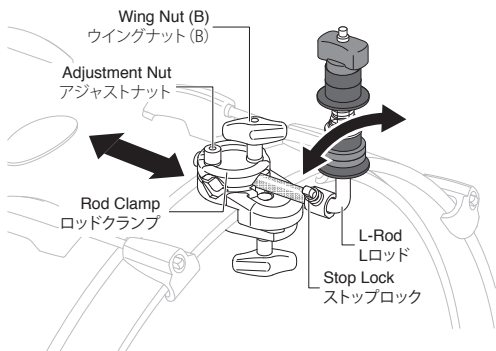
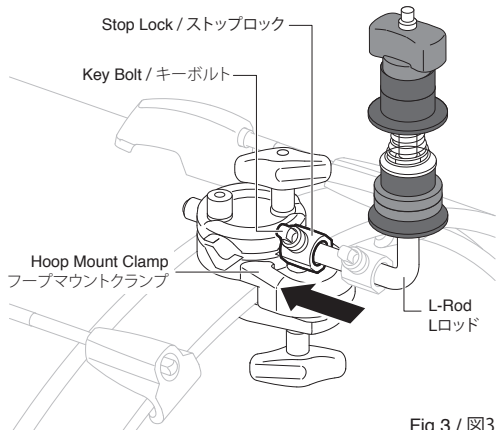

Fig.2 / 図2
Fig.3 / 図3
2. ウイングナット (B) で、Lロッドの前後位置と角度を調整します。お好みの位置に調整できたら、アジャストナットとウイングナット (B) をしっかりと締めてください (図 2)。
- For optimum L-Rod grip, ensure the top of the Rod Clamp is evenly tensioned and parallel to the L-Rod. If needed, fine-tune the tensions of the Adjustment Nut and Wing Nut (B) to achieve this (Fig.2).
- ロッドクランプの保持力を最大限に発揮させるため、アジャストナットとウイングナット (B) を均等に締め、ロッドクランプの両サイドが平行に保たれるようにしてください。
3. The L-Rod is equipped with a Stop Lock to secure it in place and prevent possible slipping. To set, loosen the Key Bolt of the Stop Lock and position the Stop Lock inside the corresponding slot of the Hoop Mount Clamp, then tighten the Key Bolt to secure (Fig.3).
3. Lロッドには回転防止のストップロックが付いています。ストップロックのキーボルトをゆるめ、フープマウントクランプの凹みにはめこみ、ドラムキーでキーボルトをしっかりと締めてください (図 3)。